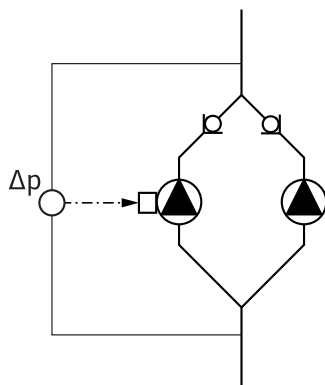

Fig. 13: Exemplo, conexão do sensor da pressão diferencial
- No exemplo da fig. 13, a bomba Master é a da esquerda vista no sentido de circulação dos fluidos. Ligar o sensor da pressão diferencial a esta bomba.
Os pontos de medição do sensor da pressão diferencial da bomba Master devem encontrar-se no respectivo tubo colectador do lado de aspiração e da pressão do sistema de bomba dupla (fig. 13).